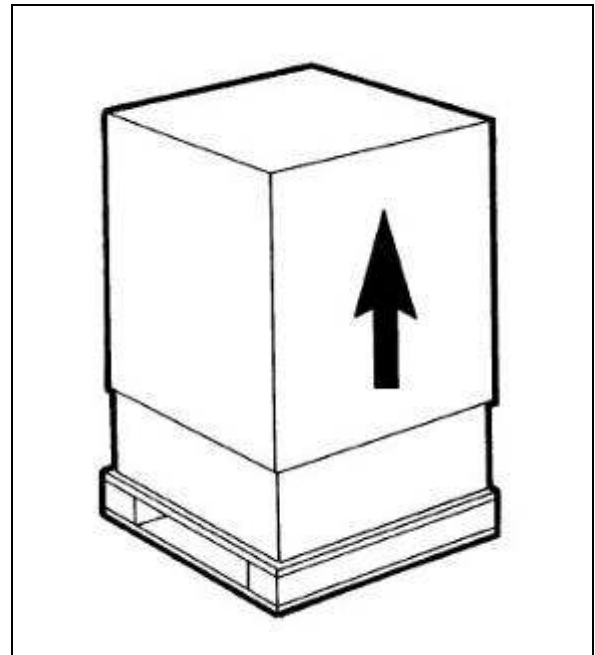

Fig. 1
a) Dopo aver tolto l'imballaggio **conservarne tutti gli elementi per lo stoccaggio invernale** ed assicurarsi dell'integrità dell'apparecchio (fig.1).